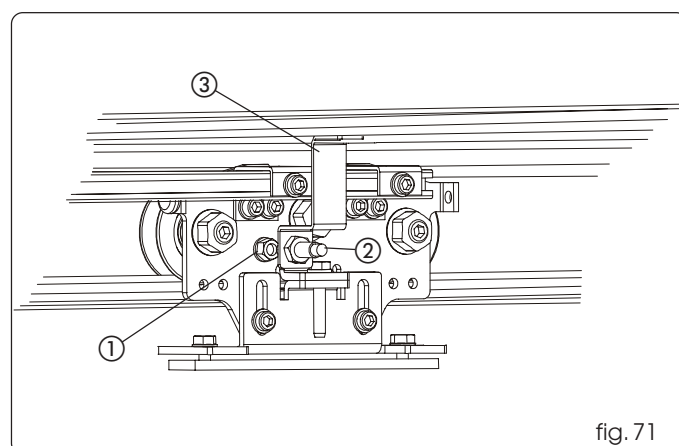

fig. 71
- Visser l'aimant sur le chariot le plus proche de la butée de fermeture, en utilisant le trou taraudé présent sur le chariot (fig. 71 réf. ①).
- Assembler le capteur à la patte (fig. 71 réf. ②) en utilisant les écrous en plastique. Introduire deux plaquettes filetées sur les logements du profil de soutien et monter la patte en utilisant les vis spécifiques (fig. 71 réf. ③); vérifier qu'avec le vantail fermé, le capteur se trouve au niveau de l'aimant.
- Visser l'aimant sur le chariot situé le plus à l'intérieur du vantail de droite en utilisant le trou taraudé présent sur le chariot (fig. 71 réf. ①).